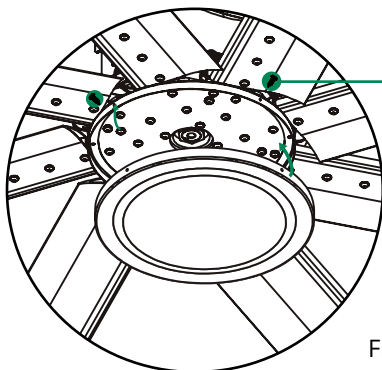

Fig. 11.2
**11.2** Ahora alinee los cuatro orificios de la pieza más grande del plafón con los cuatro orificios de la pieza más pequeña e inserte los cuatro tornillos restantes del kit #11B de manera horizontal, como se muestra en la fig. 11.2